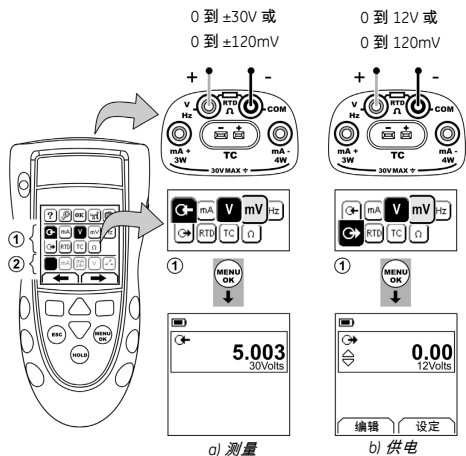

图 4: 示例配置 - 测量 / 供电电压 (V 或 mV) (区域①)
1. 连接设备 (图 4/5), 如果有必要, 调整设置 (表 1)。